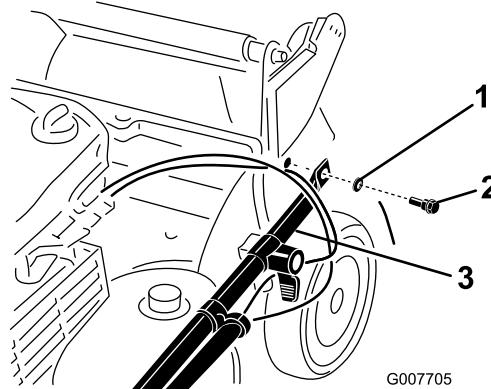

Figura 3
2. Collegate le estremità della stegola al sottoscocca utilizzando 2 rondelle e 2 bulloni di fissaggio (Figura 3), ma non serrate i bulloni di fissaggio.
Importante: Disponete i cavi all'esterno dalla stegola (Figura 3).